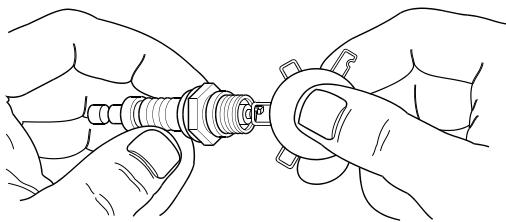

Рисунок 4-3: Регулировка зазора свечей зажигания
- Проверьте зазор между свечами зажигания с помощью проволочного калибра толщины. См. Рисунок 4-3. Отрегулируйте зазор, аккуратно отогнув заземляющий электрод на указанную величину.